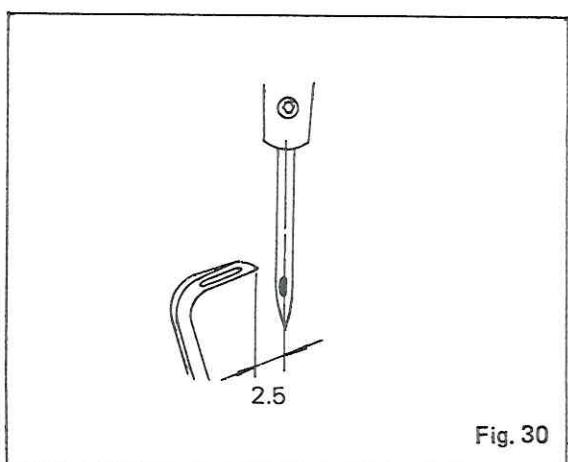

Fig. 30
(6) Chain Looper and Needle Fig. 30
Ancora (puntada de seguridad 401)—Aguja. Fig. 30
Boucleur de chaînette et aiguille Fig. 30